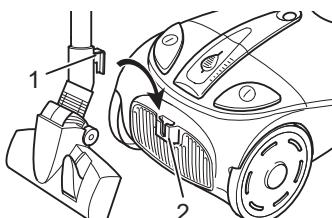

Abb. 16
■ Zum **Abstellen** oder bei Arbeitspausen können Sie den Parkhaken (Abb. 16/1) in die Parkhalterung (Abb. 16/2) einhängen.